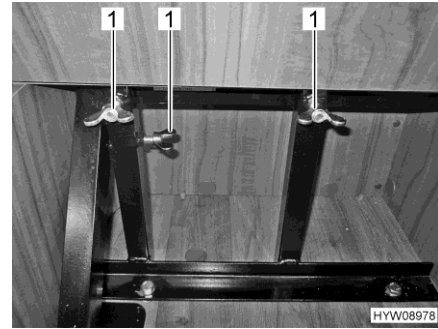

Bild 17 Stecksitz mit Flügelmuttern sichern
- Stecksitz mit Flügelmuttern (Bild 17,1) sichern.